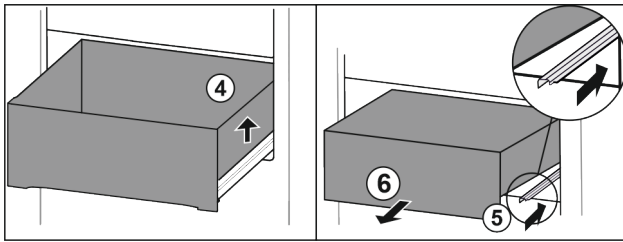

Fig. 13
- ▶ Sollevare il cassetto a destra. Fig. 13 (4)
- ▶ Inserire la guida destra. Fig. 13 (5)
- ▶ Rimuovere il cassetto tirandolo in avanti. Fig. 13 (6)